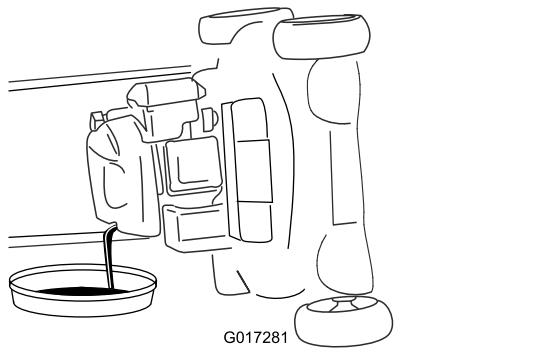

Figure 34
- Basculez la machine sur le côté (filtre à air en haut) pour vidanger l'huile usagée par le tube de remplissage (Figure 34).